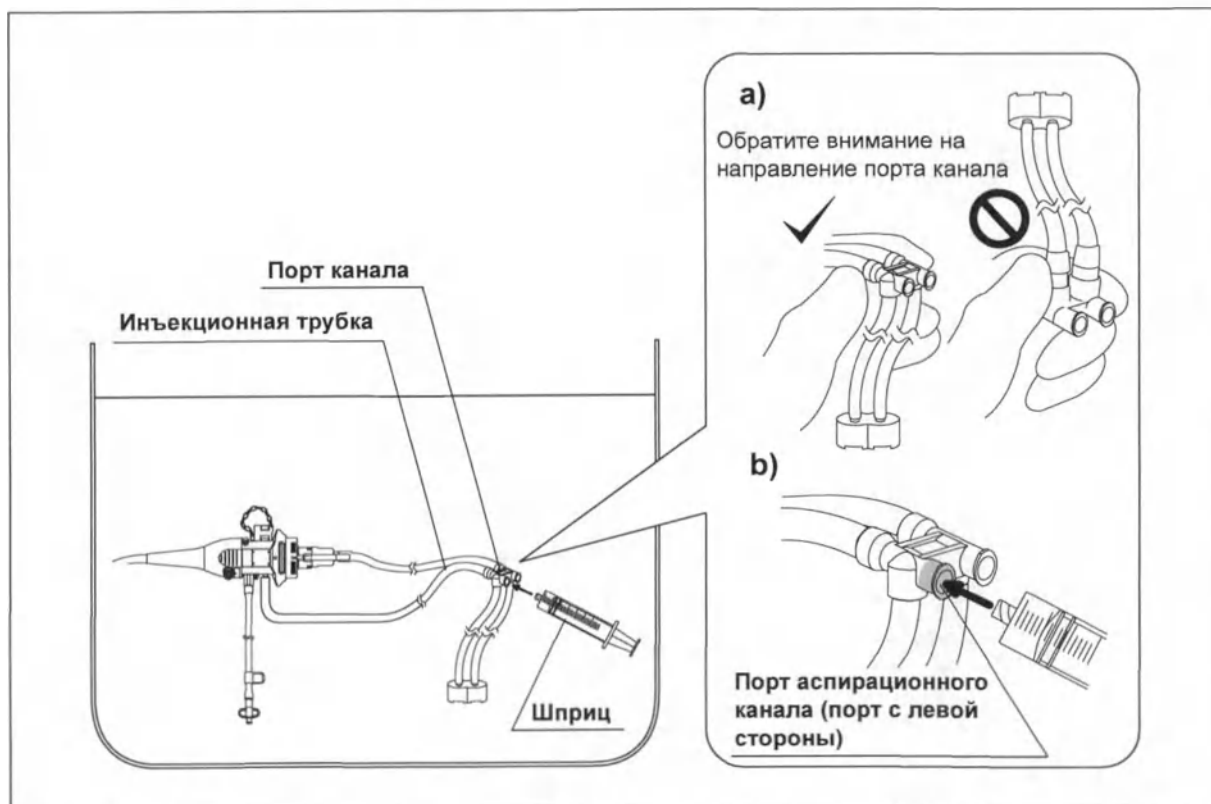

Рисунок 5.56
- 12** Присоедините шприц к порту аспирационного канала инъекционной трубки. (См. рис. 5.56)